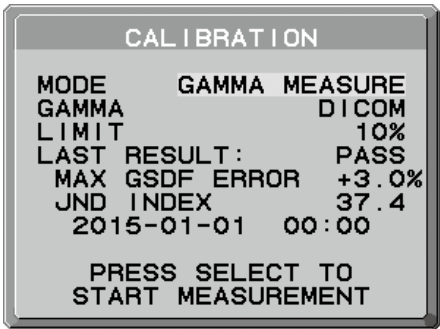

图 D.1
- 2. 在 MODE 选择中使用“LEFT”或“RIGHT”键选择 GAMMA MEASURE（图 D.1）。